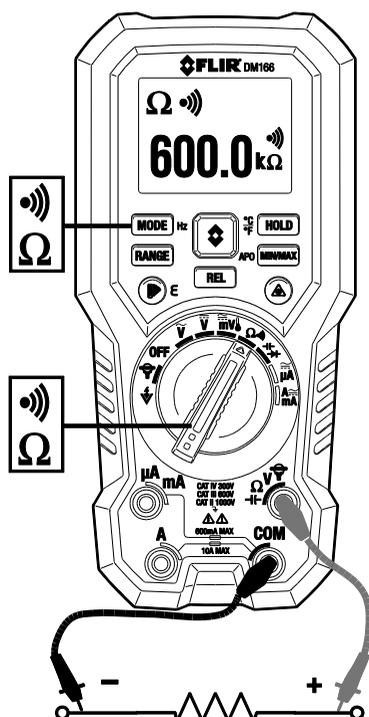

Fig. 6-4 Mesures de résistance et de continuité
1. Reportez-vous à la **fig. 6-4**. Mettez le sélecteur de fonction sur la position de la résistance.
1. Reportez-vous à la **fig. 6-4**. Mettez le sélecteur de fonction sur la position de la continuité.